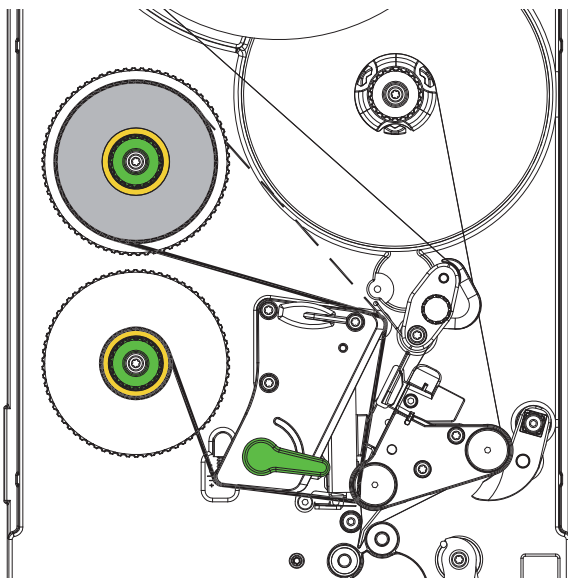

Bild 11 Transferfolienlauf
2. Hebel (1) in Gegenuhrzeigerrichtung drehen, um den Druckkopf anzuheben.
3. Transferfolienrolle (3) bis zum Anschlag auf den Abwickler (4) schieben.
4. Abwickler (4) festhalten und Drehknopf (2) gegen den Uhrzeigersinn drehen, bis die Transferfolienrolle fixiert ist.
5. Geeigneten Transferfolienkern (6) auf den Transferfolienaufwickler (5) schieben und in gleicher Weise fixieren.
6. Transferfolie wie in Bild 11 durch die Druckbaugruppe führen. Die durchgezogene Linie gilt für innenbeschichtete, die gestrichelte Linie für außenbeschichtete Folie.
7. Transferfolienanfang mit einem Klebestreifen am Transferfolienkern (6) fixieren. Hierbei die Rotationsrichtung des Transferfolienaufwicklers entgegen dem Uhrzeigersinn beachten.
8. Transferfolienaufwickler (5) entgegen dem Uhrzeigersinn drehen, um den Transferfolienlauf zu glätten.
9. Hebel (1) in Uhrzeigerrichtung drehen, um den Druckkopf zu verriegeln.